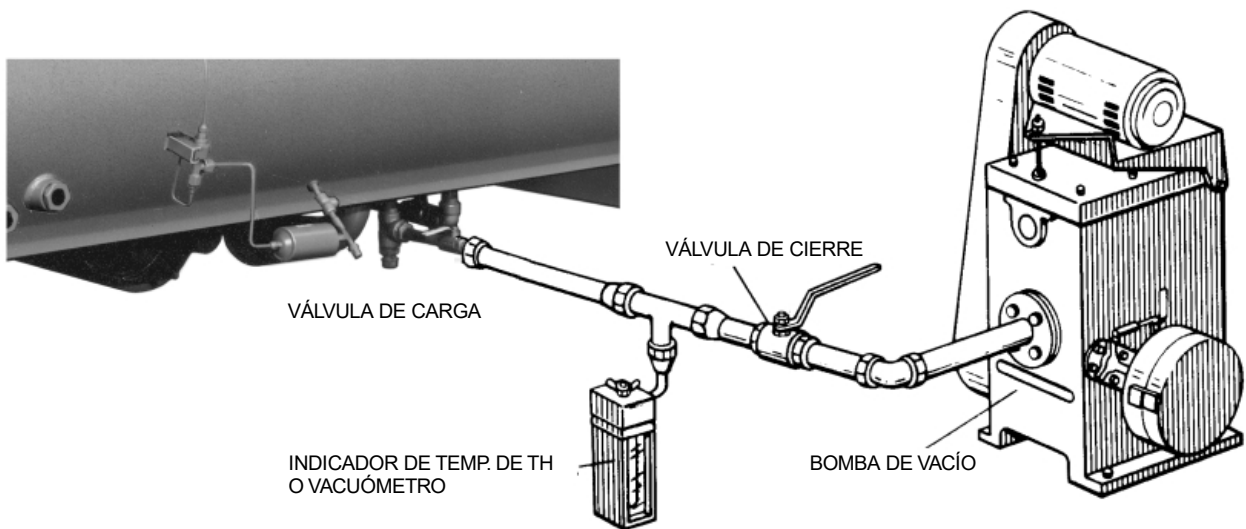

Figura 7.3 Vaciado del Equipo
1. Conectar una bomba de vacío de gran capacidad, con indicador, a la válvula de carga del circuito, tal como muestra la Figura 7.3, y poner en marcha la bomba.